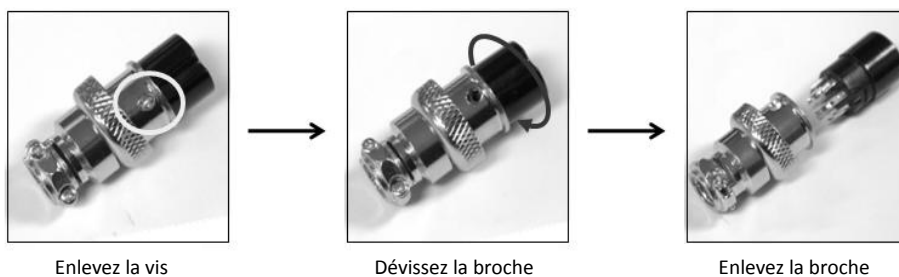

Figure 3 – Connecteur pour contrôle à distance
- (a) Enlevez la partie noire de la fiche raccord de contrôle à distance en enlevant le vis comme on le voit dans la Figure 3.